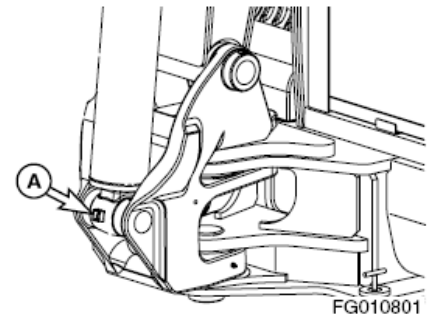

Figura 44
2. Con el motor desactivado, compruebe la tensión de la correa ejerciendo presión sobre la misma en el punto medio entre la polea del ventilador y la del alternador. La correa debería flexionarse unos 10 mm. Consulte Figura 44. Para ajustar la correa, afloje los pernos de la placa de ajuste del alternador, regule la tensión de la correa y vuelva a apretar los pernos.